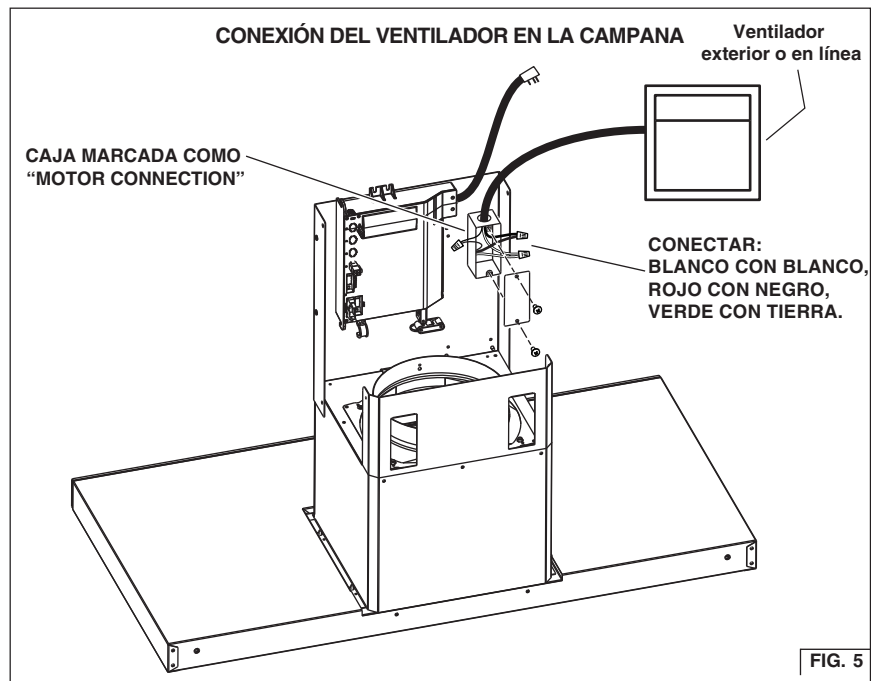

FIG. 5
2. Instale una caja estándar de tomacorriente de pared de 2 x 4 pulg. (5.1 x 10.2 cm) y un receptáculo de 3 hojas de 125 V y 15 A con conexión a tierra. Fig. 5.
Conexión del ventilador en la campana: (Fig. 5)